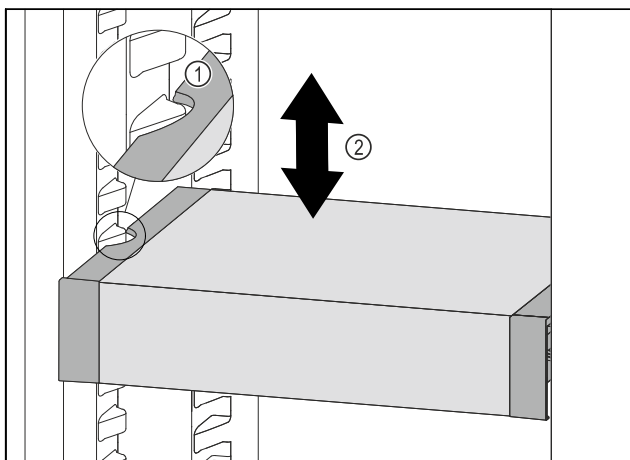

Fig. 99
- Húzza előrefelé a VarioSafe fiókot annyira, hogy a VarioSafe oldalsó kivágásai a hűtőréssben a tartóborda magasságában legyenek. Fig. 99 (1)
- A hűtőréssben a VarioSafe fiókot mozgassa felfelé vagy lefelé a kívánt magasság eléréséig. Fig. 99 (2)